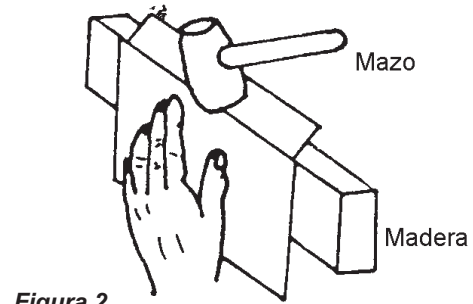

Figura 2
- En caso de que la pestaña sea de un mayor tamaño, golpea la lámina sobre la barra de hierro (figura 2).